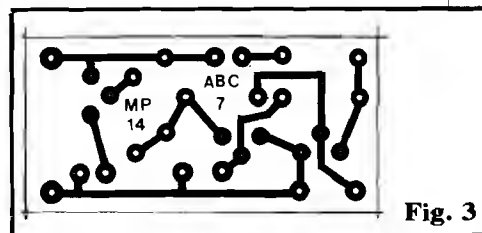

Fig. 3
- **FIG. 3** - Placa específica de Circuito Impresso, com o **lay out** do padrão cobreado (ilhas e pistas) mostrado em tamanho natural (é só copiar, diretamente...). A simplicidade geral do circuito permite grande sintetização no padrão cobreado, de modo que a "copia-gem" e confecção, da plaquinha será uma verdadeira "moleza" (vão praticando, já avisamos...). "Pintando" dúvidas, não tenham